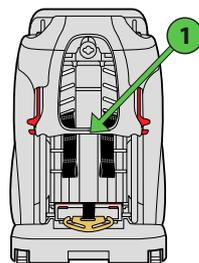

Figure 35
Acheminez les sangles du harnais sous la couverture du dossier du siège (1), tel qu'illustré dans la **Figure 35**.